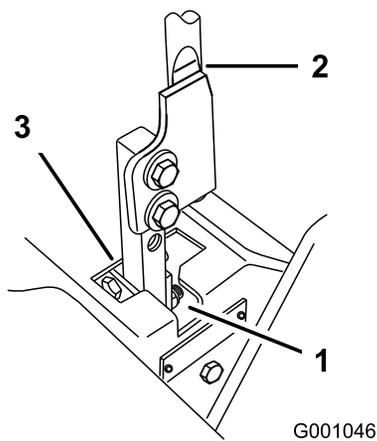

Figure 73
5. Placez le levier au point mort, **sans le verrouiller** (Figure 73).
6. Tirez-le ensuite en arrière jusqu'à ce que l'axe de chape (situé sur le bras au-dessous de l'axe de pivot) touche l'extrémité de la fente (c.-à-d. commence juste à appuyer sur le ressort) (Figure 73).
7. Vérifiez la position du levier par rapport au cran de la console (Figure 73). Il doit être centré de façon à pouvoir pivoter vers l'extérieur jusqu'à la position de verrouillage du point mort.